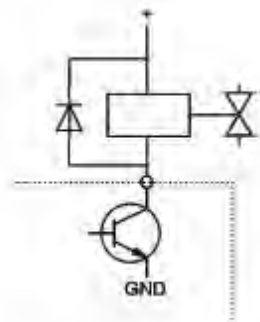

Fig. 4-28: Diodo supresor para cargas inductivas.
- Un diodo de silicona se conecta en paralelo a los contactos de la carga. El impulso inducido es por ende cortocircuitado en su fuente. El cátodo debe conectarse al extremo positivo de la bobina, el ánodo al extremo negativo (Fig. 4-28).